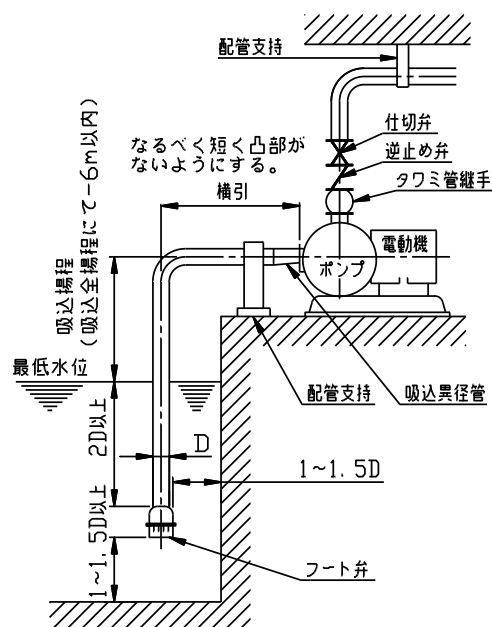

図 2
- (1) 取扱液に異物（配管の切粉、砂等）が混入する恐れがある場合は、吸込側にストレーナを取付けてください。また、ストレーナが目詰まりしないよう定期的に清掃してください。
- (2) ポンプに吸込配管、吐出し配管の荷重がかからないように、十分な配管支持をしてください(図2)。
- (3) 配管が長い場合、実揚程が高い場合、自動運転の場合、吐出し側に圧力タンクが設置されている場合及び2台以上のポンプを並列運転する場合には、必ず逆止め弁を取付けてください。逆止め弁は、ポンプ本体と吐出し弁の間に取り付けてください。
- (4) 装置上どうしても空気だまりが避けられない箇所には、空気抜き弁を取付けてください。ただし、吸込配管などで負圧になる所には、取り付けないでください。逆に、空気を吸い込みます。
- (5) 配管を保温する場合、電動機部は絶対に保温を避けてください。
- (6) 熱源の近くにポンプを据付ける場合、熱源からの熱が、ポンプに伝わらないようにしてください。
- (7) 水撃(ウォーターハンマ)がおこる危険性のある場合は、急閉逆止め弁を設けるなどの、対策を施してください。
- (8) 冷温水循環用で、配管系が密封サイクルの場合は、膨張タンク、安全弁などを設けてください。
- (9) 吸上げの場合
- (a) 吸込配管の末端は、図2のように最低位水位から管径(直径)の2倍以上深く、壁面及び底より1~1.5倍以上はなしてください。